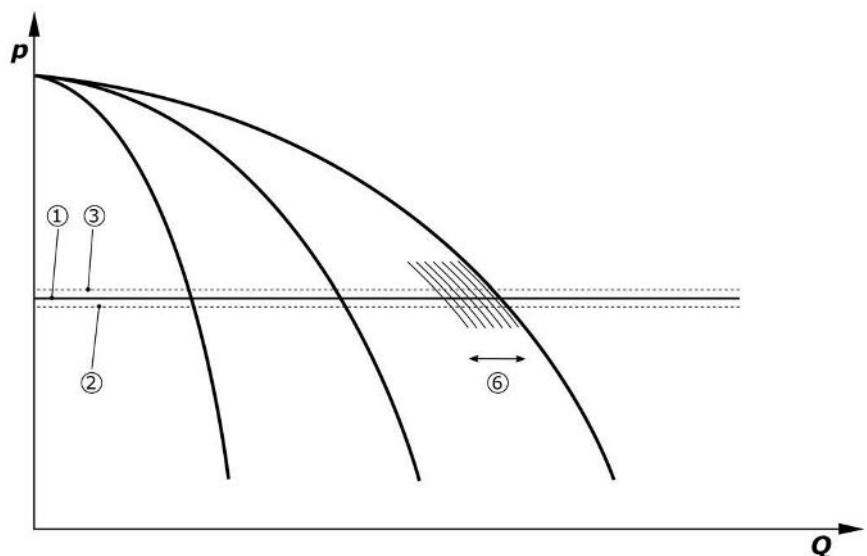

Fig. 7: Avvio della terza pompa
Se non è presente alcuna segnalazione "Ext. Off" e non ci sono malfunzionamenti, i propulsori e il sistema automatico sono attivati, una o più pompe a velocità variabile (Fig. 7) si avviano quando il valore scende al di sotto della soglia di inserimento (2). Le pompe funzionano tutte con la stessa velocità di rotazione sincronizzata. Solo le pompe che vengono attivate o disattivate possono registrare una velocità di rotazione differente per un breve istante.